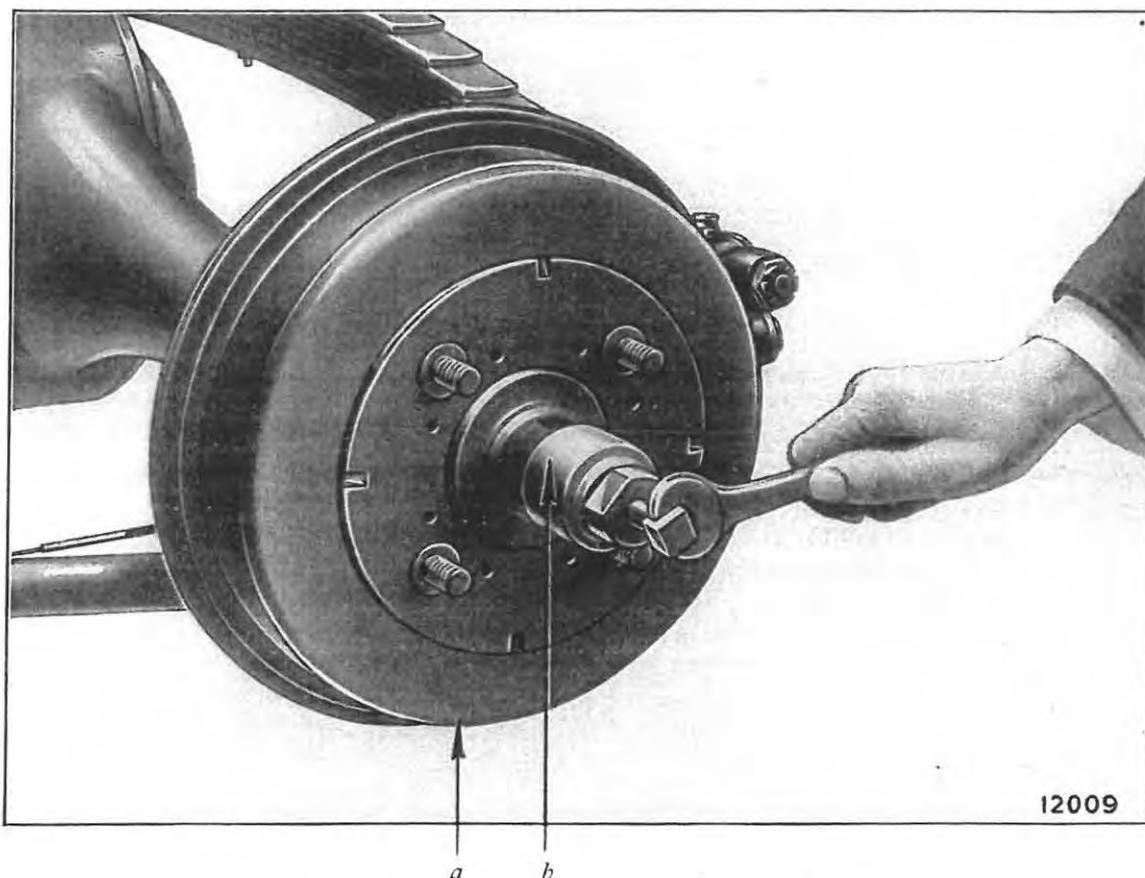

Fig. 60. — Démontage du tambour de frein arrière.
1. **Enlever les roues et les tambours** (*fig. 60*).